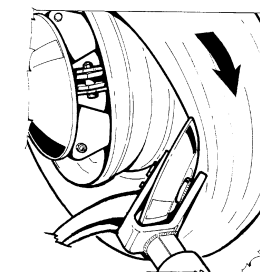

Рис.33
5. Демонтируйте внутренний борт при помощи монтажного диска, как описано в п.5.2.7. (Рис.33).